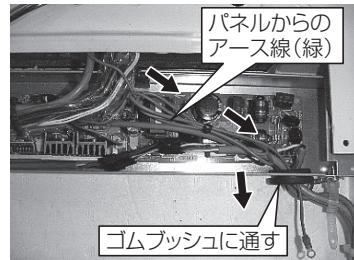

図9-1
① 昇降パネル制御箱側
- 1) パネルからのアース線を(図9-1)のように制御箱内を配線し、ゴムブッシュに通してください。